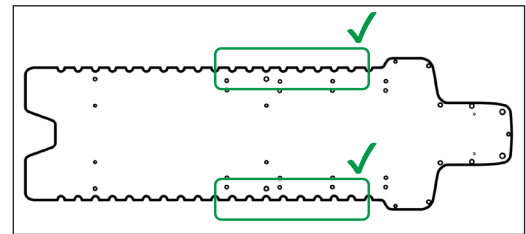

Fig. 10
5. För att underlätta överföringen följer du de tidigare stegen för att fästa två InfinityLock-överföringshandtag på ena sidan av Alta AirShuttle i det rekommenderade området (Fig. 10). Handtagen ska vara ungefär på axelbredds avstånd från varandra. Se till att handtagen placeras så att de inte hindrar positionerna för AirShuttles positioneringsstavar eller andra positioneringsanordningar.
6. Sätt fast ytterligare ett par handtag på samma platser på andra sidan av AirShuttle (Fig. 10). Se till att alla fyra InfinityLock-överföringshandtagen är ordentligt låsta på InfinityEdge innan du överför en patient.